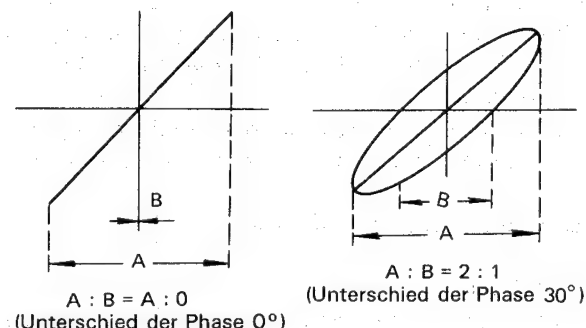

Abbildung 26
4. Die Azimuteinstellschrauben ③ (3P + 8S) so einstellen, daß die Ausgänge von Kanal 1 (CH-1) und Kanal 2 (CH-2) so groß wie möglich werden und die Phasendifferenz innerhalb 30° bleibt. (Siehe Abb. 26.)